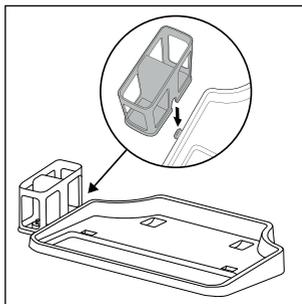

Afb. 3
- ◆ Wikkel het snoer **17** helemaal om de bovenste en onderste kabelhouder **16/20** (zie afb. 3).